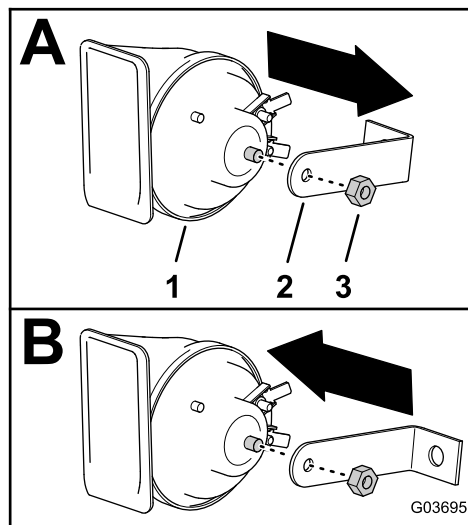

図 20
- 2. 90° ブラケットを 図 20 のように回してセットし、ホーンアセンブリの取り付けスタッドに仮止めするステップ 1 で外したナットを使用する。
- 1. ホーンアセンブリから、ナットと 90° ブラケットを外す 図 20。